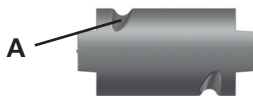

Fig. 07
6. A mangueira deve ser enrolada iniciando pelo encaixe (A) do carretel pelo lado oposto da saída da mangueira [Fig. 07].
6. The hose should be wound onto the reel starting at mortise (A) of the reel on the opposite side to that of the hose outlet [Fig. 07].
6. La manguera debe estar comenzando por el encaje (A) del carretel por el lado opuesto a la salida de la manguera [Fig. 07].